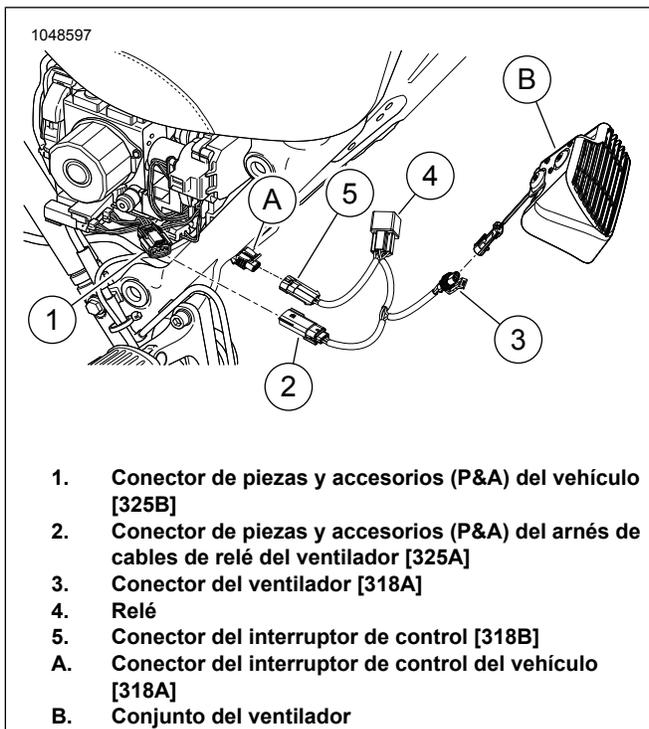
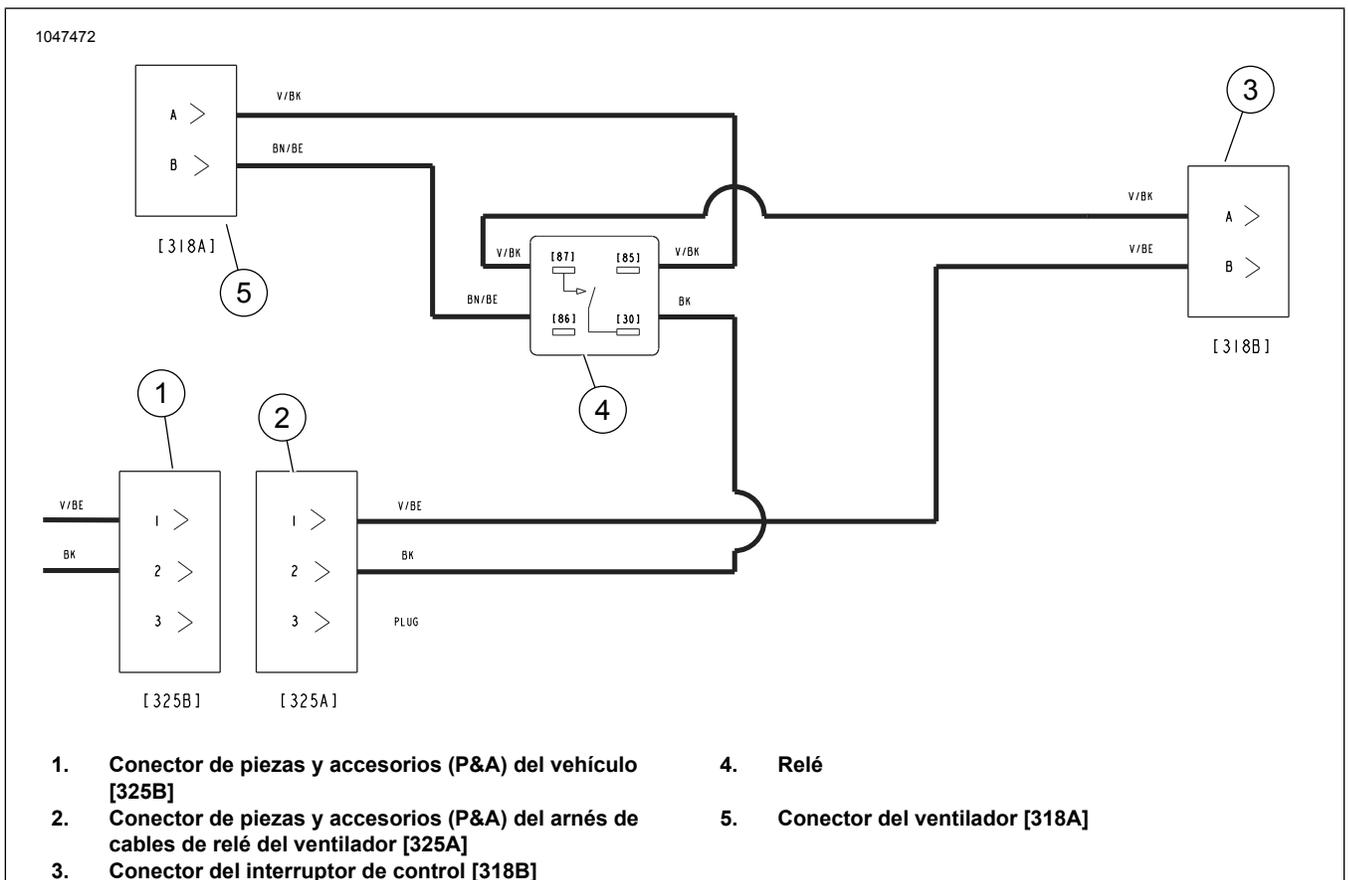

Figura 4. Conectores del arnés
Figura 5. Diagrama del cableado ventilador de confort térmico
Vea Figura 5 . Instale el arnés adaptador para circuitos conmutados si debe conectar más de un accesorio entre el conector de piezas y accesorios (P&A) del vehículo (1) y el conector del arnés del relé del ventilador (2).
Vea la Figura 4 y la Figura 5 . Conecte los conectores del arnés.